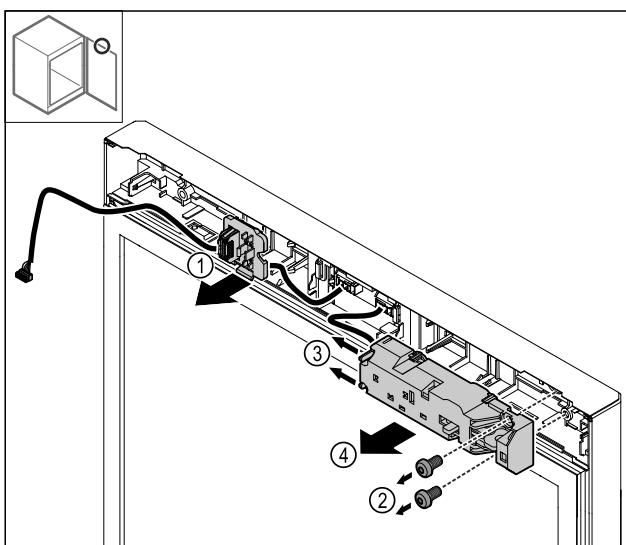

Fig. 27
► Від'єднайте штекерне кріплення Fig. 27 (1).
► Викрутіть гвинти Fig. 27 (2).
► Фіксувальний виступ Fig. 27 (3) відтисніть убік і зніміть електронний замок Fig. 27 (4).